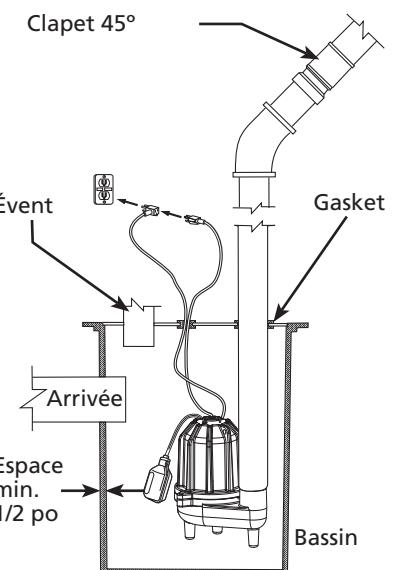

Figure 3A - Prefabricated Basins
6. BCSE modèles a un interrupteur à longe détachable avec une fiche superposée (Voir figure 3A). La longeur du longe (distance du cordon du flotteur à la pince) ne devrait pas être ajustée moins que 8,26-cm (3-1/4 po) et ne devrait pas être utilisé dans un bassin plus petit que 35,6-cm (14-po) de diamètre. Si vous utilisez un différentiel autre que celui réglé à l'usine, s'assurer que lorsque la pompe se coupe, qu'il y ait au moins 4 po de fluide dans le bassin pour que la turbine reste submergée.